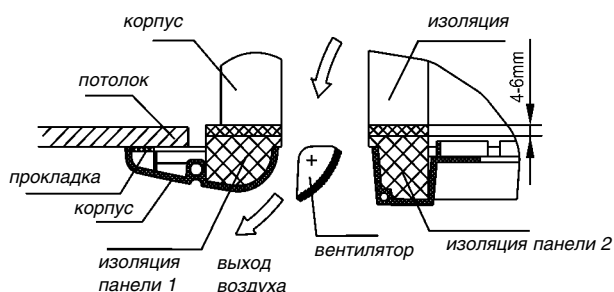

Рис. 12
- д) Затягивайте винты панели, пока толщина вспененной изоляционной прокладки между корпусом кондиционера и лицевой панелью не уменьшится до 4–6 мм. Края панели должны плотно соприкоснуться с потолком (рис. 12).